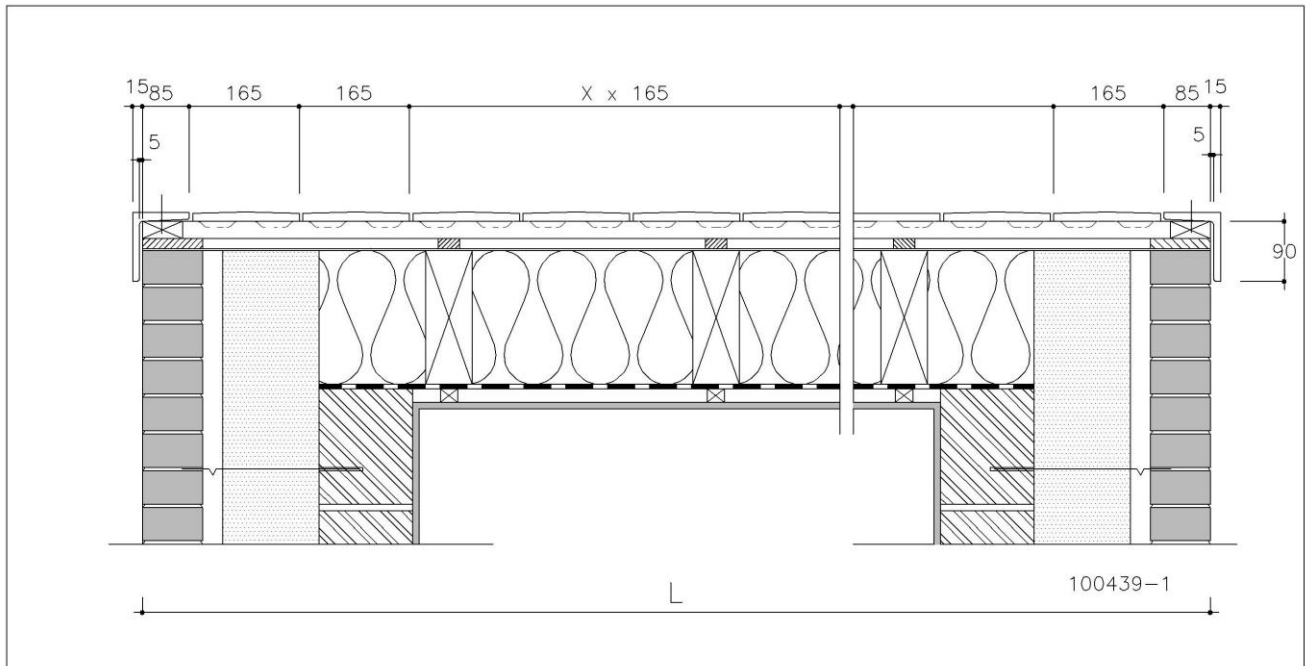

Fig. 2: Breedteverdeling van het dak - beëindiging met gevelpannen
- beëindiging met gevelpannen (Fig. 2 en Fig. 4 bij de principedetails in PAN_CREATON_KLEITEGELPAN_KLEINFORMAAT_DEEL 1_ALGEMEEN_NL.doc): zie berekening breedteverdeling hieronder